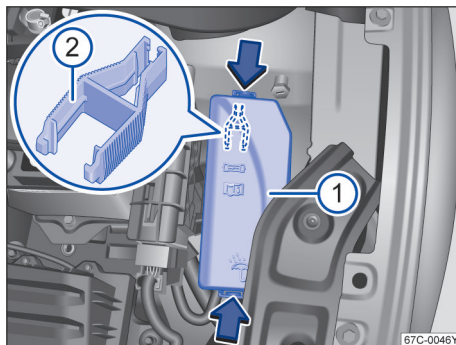

图 117 发动机舱内：保险丝盒盖板
- 沿箭头方向按压锁止按钮，以便将保险丝盒的盖板 → 图 117 解锁。
用来拔出保险丝的塑料夹钳 → 图 117  位于发动机舱保险丝盒盖板的内侧。